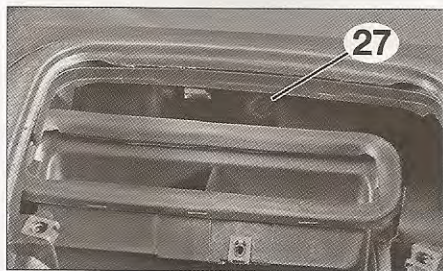

FIG. 34
- Desmontar el tornillo de fijación superior (27) del salpicadero a la altura de la consola central (fig. 34).